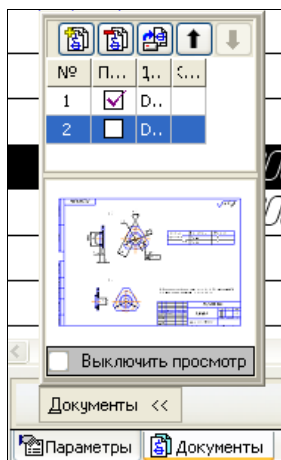

Рис. 48.5. Панель свойств с открытой вкладкой **Документы**
- ◆ нажмите кнопку **Открыть** — данный чертеж будет вставлен в окно просмотра (рис. 48.5). Теперь в окне два документа: модель и чертеж. Их переключение в окне осуществляется ЛК мыши. Для отключения объекта